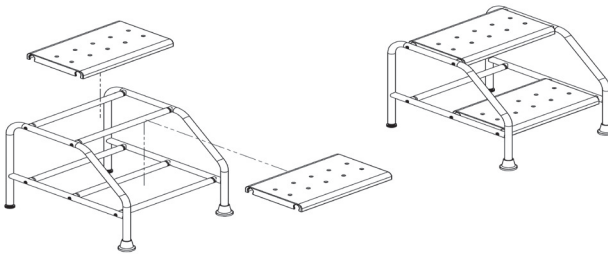

Imagen 3
4. Posizionare i pianetti del predellino nelle rispettive posizioni sopra alla struttura precedentemente assemblata, avendo cura che tutti i tubi vadano ad alloggiarsi perfettamente nelle scanalature presenti sui pianetti stessi. (imagen 3)